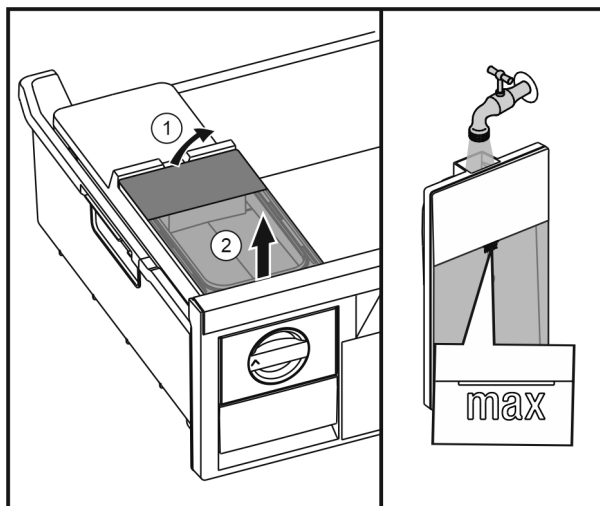

Fig. 37
- ▶ Ridicați rezervorul de apă din spate Fig. 37 (1) și scoateți-l în sus Fig. 37 (2).